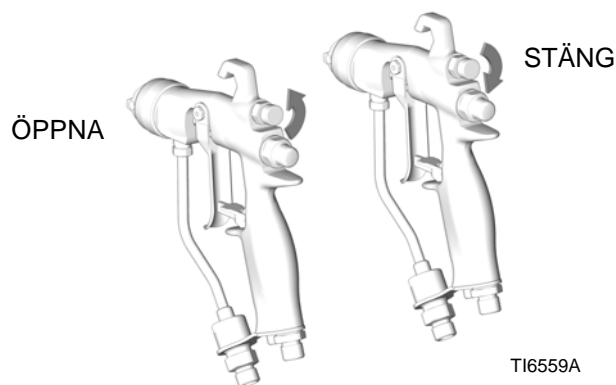

FIG. 13
4. Stäng mönsterluften genom att skruva ratten helt medurs (inåt). Se FIG. 13. Detta ställer in pistolen för bredast mönster.
Skruva mönsterluftratten moturs (utåt) för att få smalare mönster. Se FIG. 13. Öka lufttrycket till pistolen något eller byt till munstycksstorlek om strålen fortfarande inte är smal nog. (Finns ej till pistoler med RAC-munstycke.)